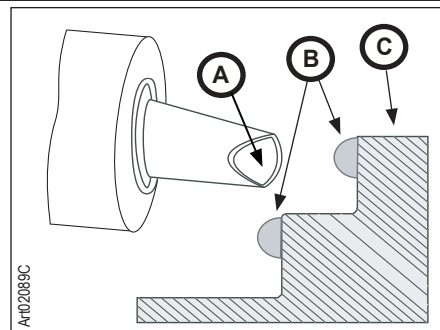
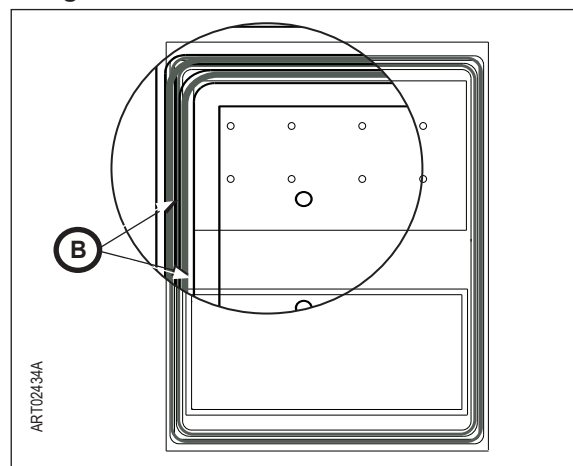

Fig. 10a - Application du mastic sur l'enceinte du réfrigérateur
Fig. 10b - Application du mastic sur l'enceinte du réfrigérateur
2. Pour appliquer un boudin de mastic de la bonne taille et obtenir un joint étanche, ouvrez le tube de mastic en coupant l'embout à un angle de 45 degrés à 19 mm du tube (Fig. 10a, A).
- Appliquez le boudin de mastic (Fig. 10a, B) et (Fig. 10b, B) dans le sens horizontal sur une largeur de 13 mm et une épaisseur de 10 mm tout autour de l'ouverture à deux (2) endroits à l'arrière du réfrigérateur.